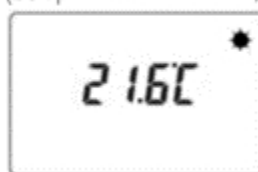

Abb. 16
3. Anschließend erscheint die Betriebsart kurz vor dem letzten Ausschalten (Standby (Abb. 15), manuell (Abb. 16) oder automatisch (Abb. 17)) sowie die ungefähre Umgebungstemperatur.
Wenn der Heizkörper im manuellen (Abb. 16) oder automatischen (Abb. 17) Betrieb eingeschaltet wird, ist das Gerät in Betrieb.